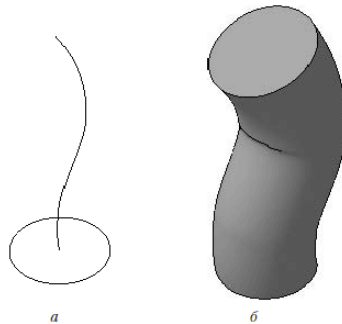

Рисунок 4 — Кінематична операція: ескіз і траєкторія операції (а), тривимірний елемент (б)
**Кинематическая операция.** Поверхня елемента формується в результаті переміщення ескізу операції вздовж довільної тривимірної кривої (рисунок 4). Ескіз повинен містити обов'язково замкнутий контур, а траєкторія переміщення — брати початок в площині ескізу. Зрозуміло, траєкторія не повинна мати розривів.